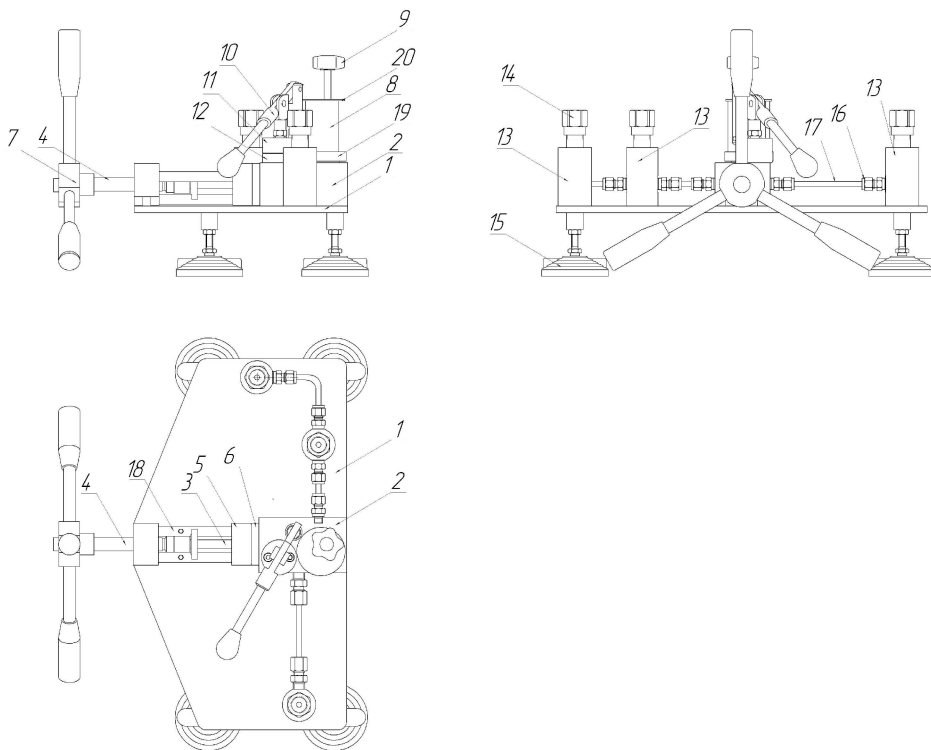
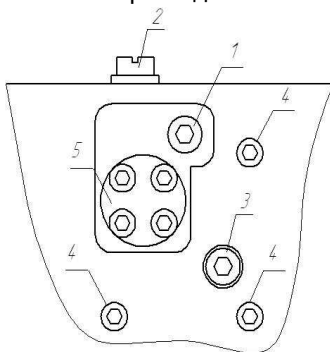

Рис. 1. Гидравлическая установка для сравнительной калибровки:
Рис. 2. Расположение технологических винтов:
4.1 Внешний вид прибора показан на рис. 1.
4.2 Основание устройства выполнено в виде стальной плиты 1 (Рис. 1), снабженной четырьмя регулируемыми опорами 15. Блок создания давления 2 представляет собой стальной параллелепипед, с выполненными в нем полостью основного штока, полостью ручного насоса и всеми необходимыми каналами и клапанами. На блоке создания давления, сверху закрепляются ручной насос 10, основание стакана 19 и стакан для рабочей жидкости 8 и вентиль сброса давления 9, на передней стороне узел основного штока. С боков от блока создания давления расположены стойки 13 с гайками 14 для присоединения образцового средства измерения (правая стойка) и двух или одного поверяемых (левые стойки). В случае поверки одного средства измерения в свободную стойку устанавливается заглушка. Блок создания давления и стойки соединены между собой с помощью фитингов и трубок высокого давления. Для слива рабочей жидкости из устройства предусмотрен специальный винт 1 (рис. 2) со специальным уплотнением, расположенный снизу блока создания давления. Винт 2 (рис. 2) предназначен для слива рабочей жидкости из полости ручного насоса.
С помощью ручного насоса 10 (рис. 1) рабочая среда перекачивается из стакана 8 в полость основного штока и стоек 13 со средствами измерений. Ручной насос необходим для предварительного сжатия воздуха, оставшегося в присоединенных средствах измерений, с целью уменьшения его объема. Величина ручного накачивания зависит от диапазона измерения установленных СИ, но не должна превышать 3 МПа. Далее, с помощью вращения штурвала 7 по часовой стрелке и винта 4,двигающего шток 3, плавно создается необходимое давление. Для уменьшения давления штурвал необходимо вращать в обратную сторону. Для сброса оставшегося давления предусмотрен вентиль сброса давления 9.
8.4 Полностью выкрутите винт 1 (рис. 2) предварительно подставив под установку ёмкость подходящего размера.